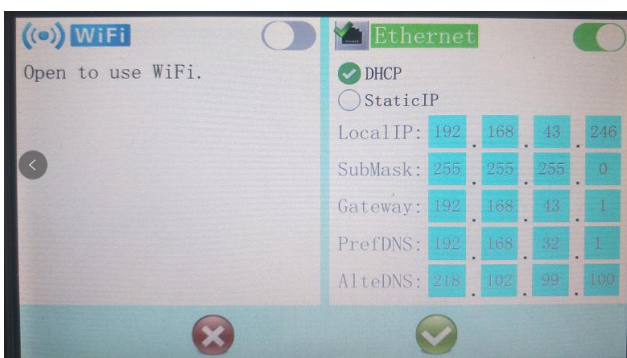
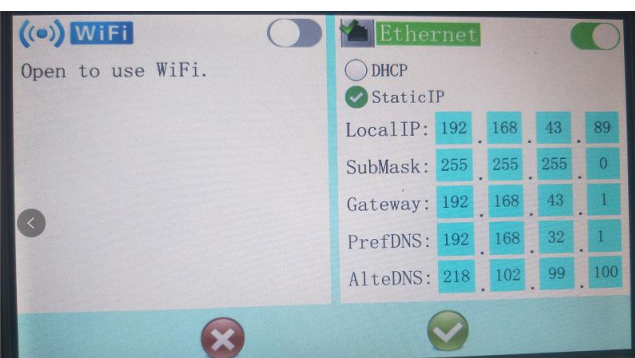

图 2
图 3
(2) 打开下载工具，程序编译后，点击下载工程，如图 2 所示，
如下图 2、图 3 所示。